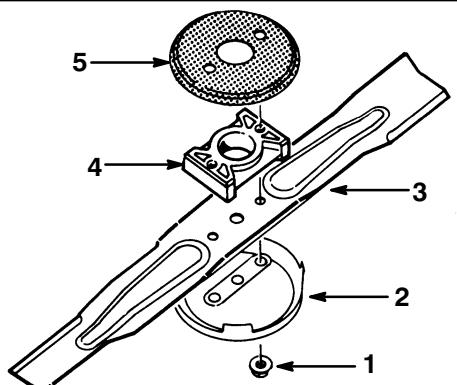

Abbildung 27
5. ENTFERNEN DES MESSERS — Endstück des Mähmessers mit einem Lappen bzw. einem dicken Handschuh anpacken. Schraubenmuttern des Messers, Schutzpfanne, Messer, Abstandhalter und Rotierscheibe entfernen (Abb. 27).